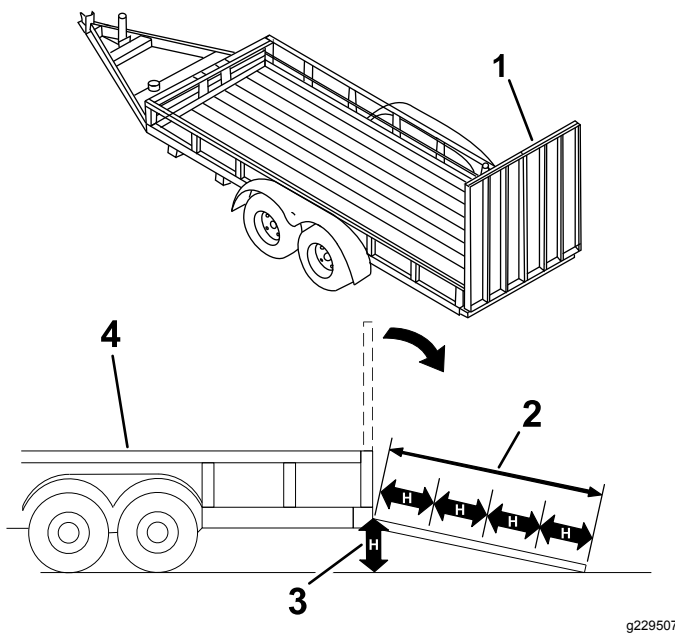

Figura 28
Colocar uma máquina num reboque ou camião aumenta a possibilidade de capotamento e pode provocar graves ferimentos ou morte (Figura 28).
3. Desça a rampa (Figura 28).